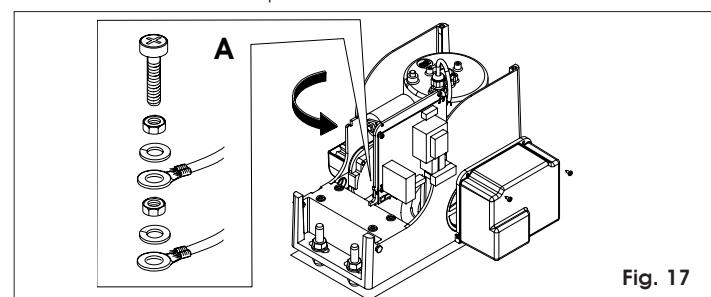

Fig. 17
Connecter le câble de mise à la terre d'après la Fig. 17 réf.A.
- 1) Soulever le support pour armoire et le tourner de 90°(Fig.17).
- 2) Enlever le couvercle de protection de l'armoire en desserrant les deux vis prévues (Fig.17).